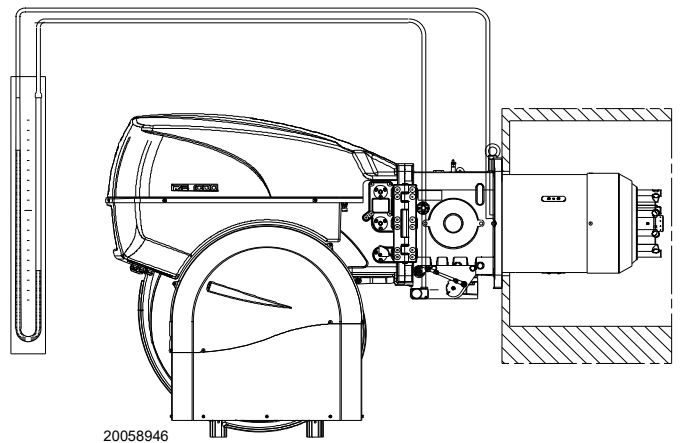

Fig. 23
- Montar un manómetro en U o un manómetro de tipo diferencial (Fig. 23), con toma (+) en la presión del gas del manguito y (-) en la cámara de combustión. Se utiliza para medir la potencia MAX aproximada del quemador.
La llegada de gas al manguito puede observarse en el manómetro en U (Fig. 23).